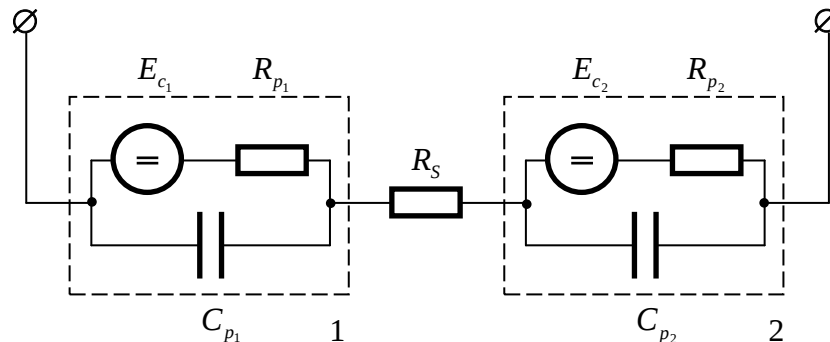

Рис. 2. Електрична еквівалентна схема заміщення двохелектродного датчика корозії:
6.1.2. Електрична еквівалентна схема заміщення двохелектродного датчика (рис. 2) може бути представлена послідовним з'єднанням двох резисторів R_{p1} і R_{p2} , що заміщують поляризаційні опори електродів 1 і 2, опором розчину R_s і корозійними потенціалами електродів E_{c1} і E_{c2} . Паралельно поляризаційним опорам R_{p1} і R_{p2} включені поляризаційні ємності C_{p1} і C_{p2} .